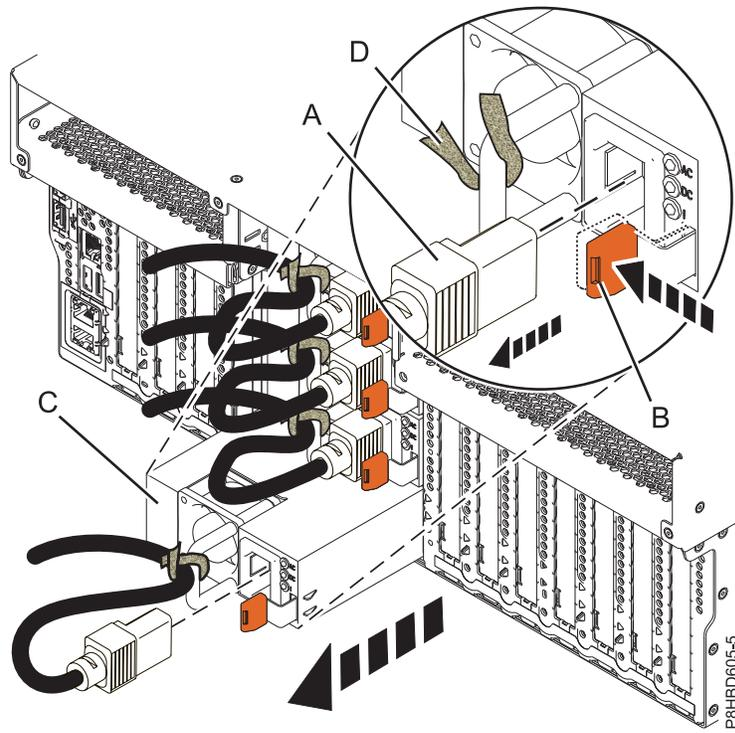
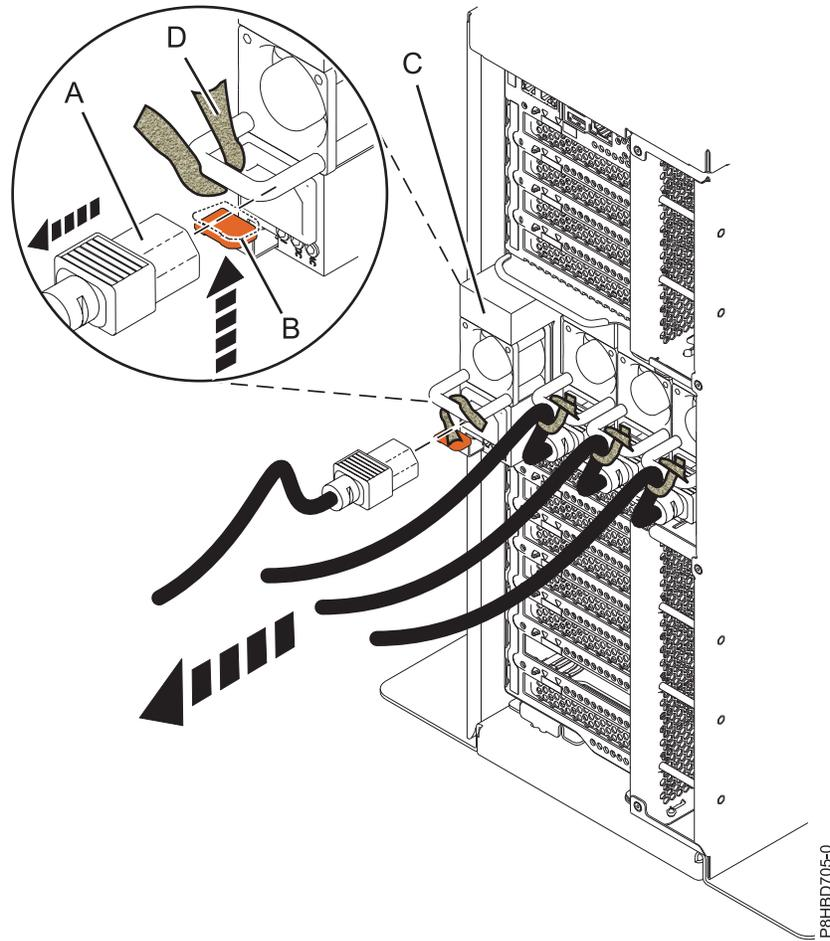

Figure 19. Retrait d'un bloc d'alimentation d'un système monté en armoire
Figure 20. Retrait d'un bloc d'alimentation d'un système autonome
3. Etiquetez et déconnectez le cordon d'alimentation en tirant sur son extrémité (A) pour l'extraire du bloc d'alimentation dans la direction indiquée dans figure 19, à la page 22 pour un système monté en armoire et dans la figure 20, à la page 23 pour un système autonome.
4. Pour dégager le bloc d'alimentation de sa position dans le système, poussez le taquet de verrouillage terracotta (B) dans la direction indiquée dans figure 19, à la page 22 pour un système monté en armoire et dans la figure 20, à la page 23 pour un système autonome.
5. Pour libérer le cordon d'alimentation fixé sur la poignée, desserrez l'attache velcro (D) et tirez sur le cordon d'alimentation pour l'extraire du bloc d'alimentation (C). Veillez à conserver l'attache velcro (D) sur le cordon d'alimentation.
6. Tirez sur le bloc d'alimentation (C) pour l'extraire du système comme illustré à la figure 19, à la page 22 pour un système monté en armoire et dans la figure 20 pour un système autonome.